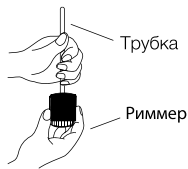
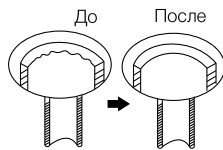

Рис. 1
Рис. 2
- Рimmerом удалите неровности на конце медной трубки, держите ее изгибом вниз, чтобы медная стружка не попала внутрь (Рис. 1, Рис. 2).